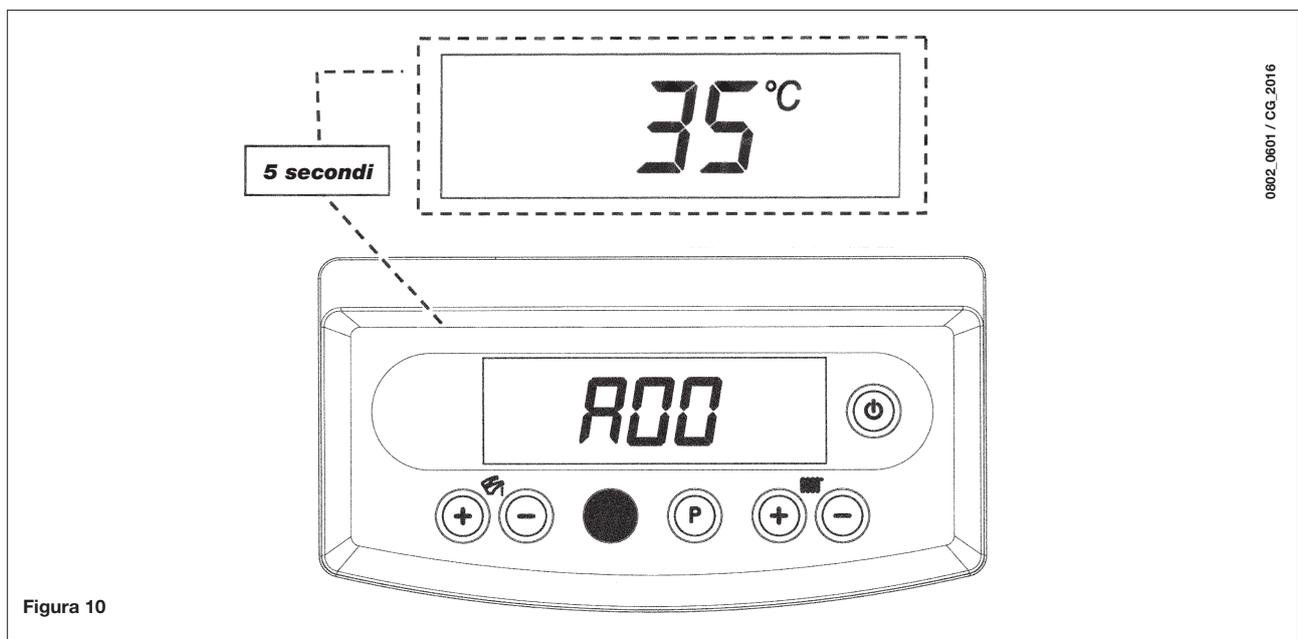

Figura 10
- Tenere premuto il tasto R per circa 6 secondi. Quando la funzione è attiva il display visualizza la scritta **"A00"** (...**"A07"**) che si alterna al rispettivo valore (figura 10);